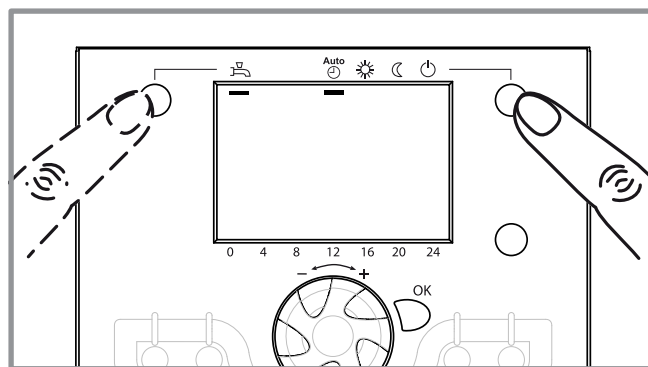

figure 57 - Sélection du régime de chauffe AUTO et puis du régime ECS (selon modèle ou option)
- Sélectionner le régime de chauffe "AUTO" (*figure 57*).
- Selon modèle et option, sélectionner le régime "ECS" (*figure 57*).